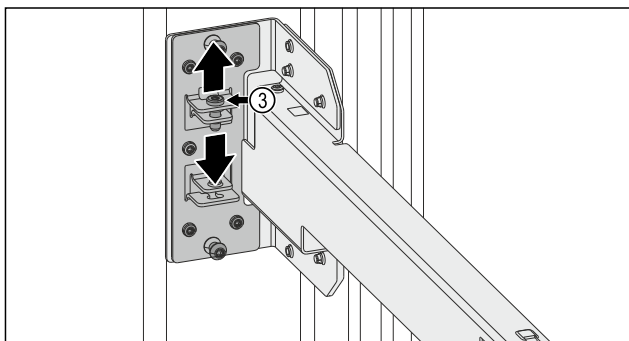

Fig. 13
- Desserrer la vis *Fig. 13 (3)*.
- Serrer la vis *Fig. 13 (3)*.